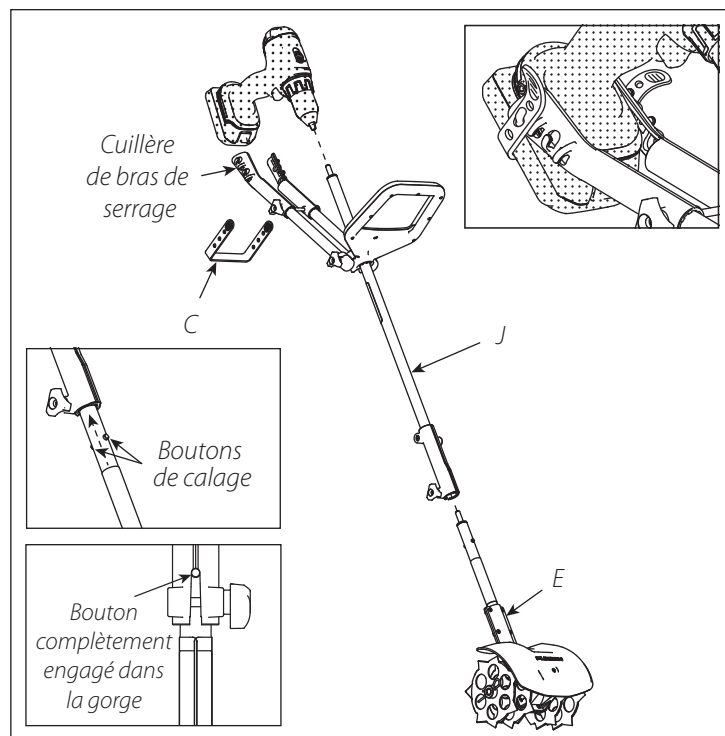

FIGURE 5
VOIR FIGURE 5
VOIR FIGURE 5 En fonction de la perceuse utilisée, les cuillères d'extrémité en plastique des bras de serrage peuvent être rallongées. Pour cela, retirer l'écrou bouton et la vis les plus proches de la perceuse et coulisser les cuillères en plastique jusqu'au trou de vis qui convient dans les tubes aluminium des bras de serrage gauche et droit.
4. Attacher les cuillères d'extrémité des bras de serrage en accrochant la sangle en caoutchouc (C) au crochet qui convient le mieux de l'une des cuillères de bras de serrage, en la tirant sous la batterie et en l'accrochant au crochet qui convient le mieux de l'autre côté. La sangle en caoutchouc comporte plusieurs trous pour permettre un serrage ferme et bien tendu sur la majorité des tailles de batterie. **VOIR FIGURE 5**